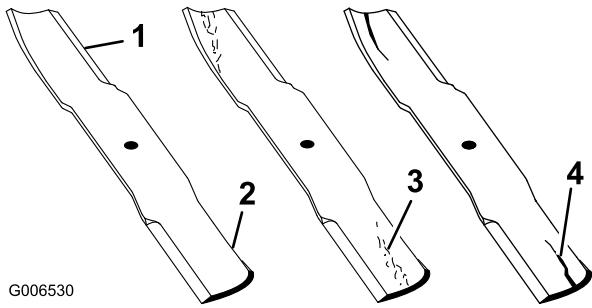

図 31
2. ブレードの切っ先を注意深く観察、特に、直線部と曲線部が交わる部分をよく観察する図 31。この、直線部と曲線部の交差域は、砂などによる磨耗が進みやすい部分なので、機械を使用するまえによく点検することが必要。磨耗が大きい場合には図 31 危険であるから交換する「ブレードの取り外し」を参照。
ブレードの磨耗を放置すると、ブレードのセール部と平坦部との間に割れ目が発生する図 31。この割れ目が拡大すると、最終的にはブレードがちぎれてハウジングの下から飛び出し、これがオペレータや周囲の人々に重大な人身事故となる。